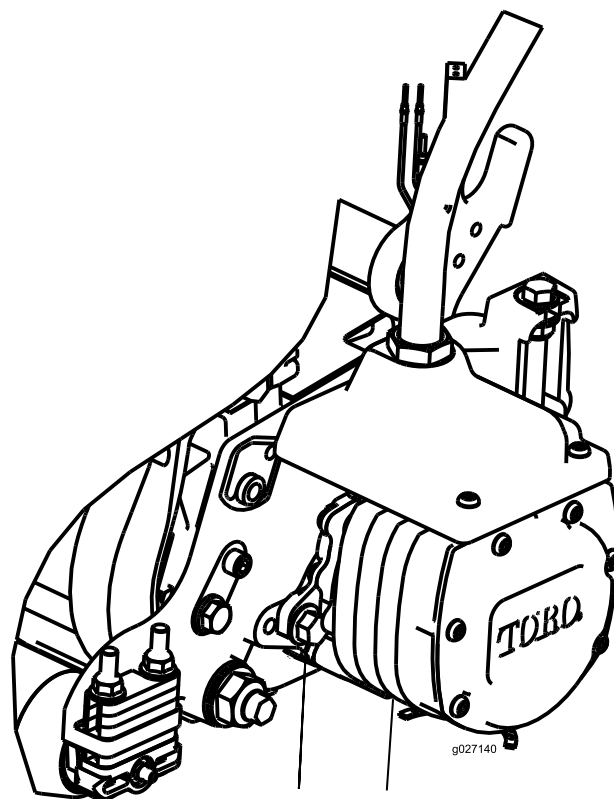

Figura 11
14. Instale o motor rodando-o no sentido dos ponteiros do relógio de forma a que as flanges do motor se afastem dos parafusos (Figura 11). Rode o motor no sentido contrário aos ponteiros do relógio até que as flanges envolvam os parafusos e apertem os parafusos.